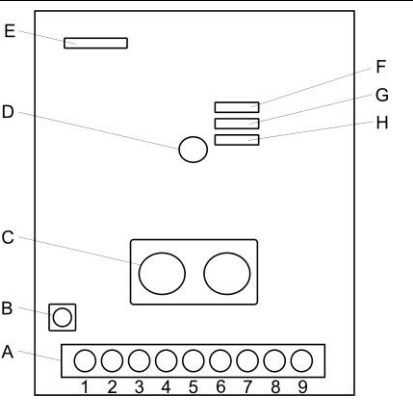

Fig. 1
8. Forbind trådene med tilslutningsterminalerne (som vist i fig. 1).